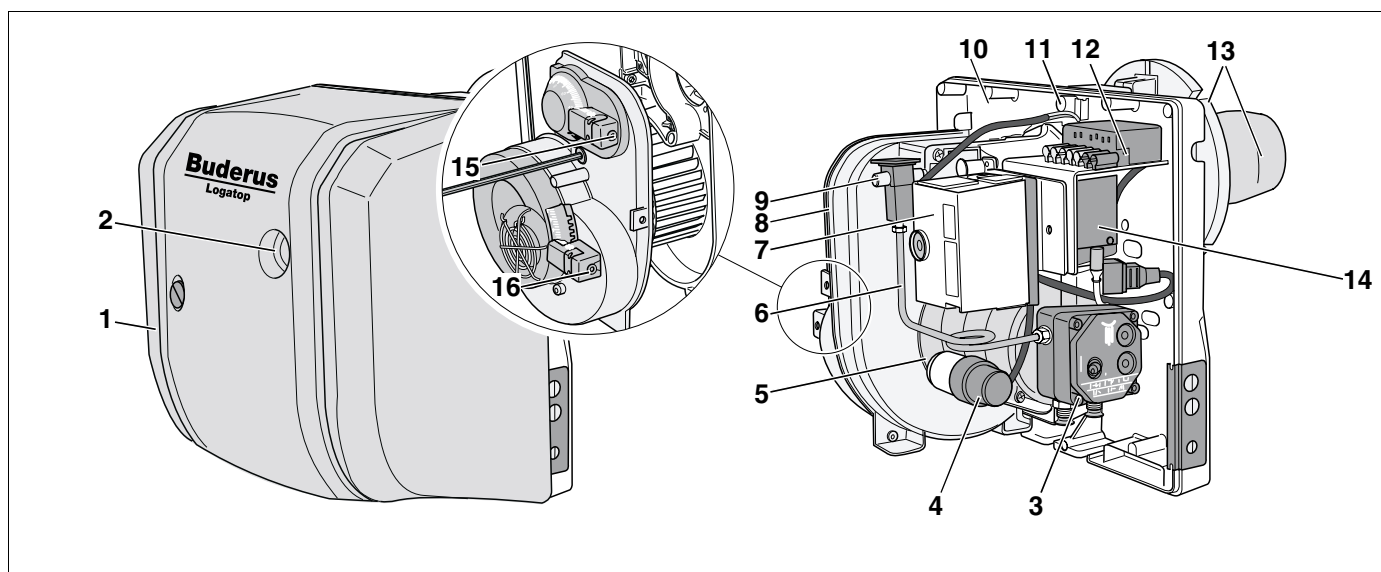

Fig. 1 Arzător Logatop LE-A 1.0 și 2.0 (cu sau fără carcasă)
- Carcasa arzătorului (Fig. 1, **Poz. 1**)
- Tasta de resetare cu LED luminos (Fig. 1, **Poz. 2**)
- Pompă de combustibil lichid cu magnet-ventil (Fig. 1, **Poz. 3**)
- Condensator motor (Fig. 1, **Poz. 4**)
- Motor arzător (Fig. 1, **Poz. 5**)
- Conductă de combustibil lichid (Fig. 1, **Poz. 6**)
- Automat de ardere pe combustibil lichid (Fig. 1, **Poz. 7**)
- Carcasă ventilator (Fig. 1, **Poz. 8**)
- Șurub de fixare pentru deflector (Fig. 1, **Poz. 9**)
- Placă de bază (Fig. 1, **Poz. 10**)
- Șurub de service (Fig. 1, **Poz. 11**)
- Bucșă de racord (Fig. 1, **Poz. 12**)
- Flanșa și țeava arzătorului (Fig. 1, **Poz. 13**)
- Unitate de aprindere cu cablu de aprindere (Fig. 1, **Poz. 14**)
- Șurub de fixare pentru reglaj aer (Fig. 1, **Poz. 15**)
- Șurub de fixare pentru pătrundere aer (Fig. 1, **Poz. 16**)
- Apăsăți tasta de resetare (Fig. 1, **Poz. 2**, pagina 3) aproximativ o secundă pentru ca arzătorul să pornească.
- Porniți arzătorul: După un timp de așteptare de aproximativ 50 secunde, se apasă butonul de resetare (Fig. 1, **Poz. 2**, pagina 3) de la automatul de ardere pentru ca arzătorul să pornească din nou.